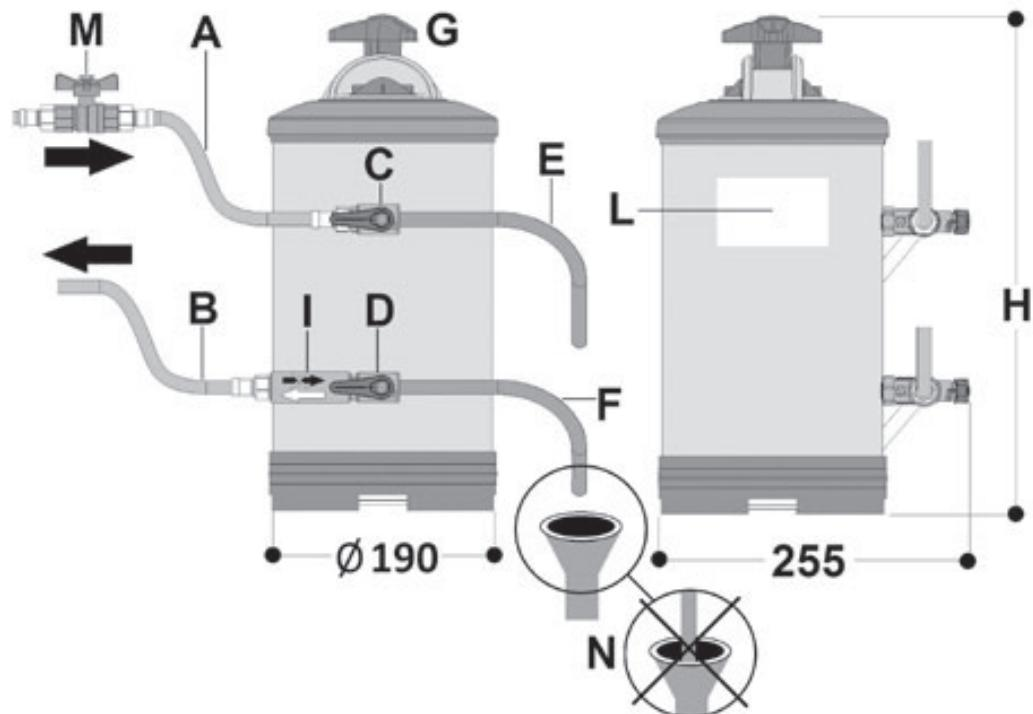
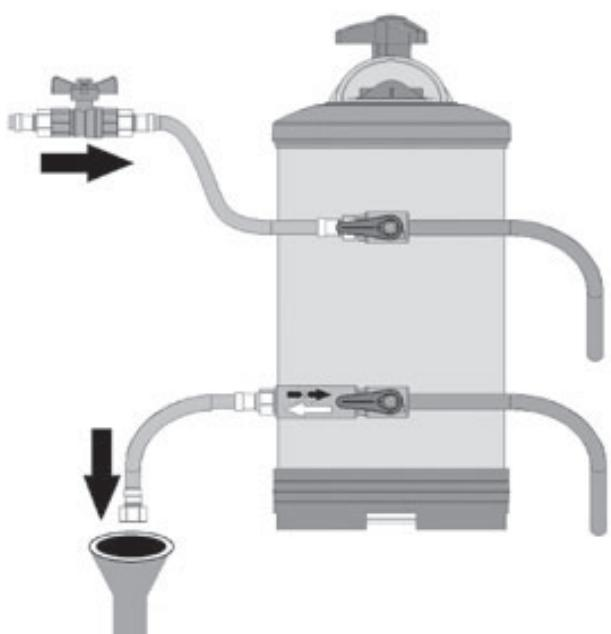

FIG. 1
FIG. 2
- Daarna dient de ontharder doorgespoeld te worden (zoals bij de regeneratie) minstens 30 min. lang totdat het water niet perfect schoon is. Bij het type LT stelt u de kraan volgens de afbeelding 1 in de positie C en bij het type LTP stelt u de kraan volgens de afbeelding 2 in de positie 4.
Werkwijze bij regeneratie van de waterontharder LT (afb. 1) :
- Daarmee is de regeneratie afgelopen, laat de kranen in de positie A (zie afb. 1).
Werkwijze bij regeneratie van de waterontharder LTP (afb. 2):
Bediening van kranen bij de regeneratie (afb. 1)
Bediening van de BY-PASS kraan bij regeneratie (afb. 2)
LEGEND (fig. 1):
LEGEND (fig. 2):